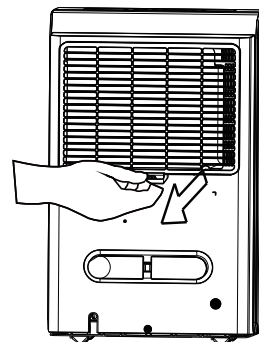

Fig. 14
- Per rimuovere il filtro, tirare il filtro verso l'esterno (vd. Fig. 14).